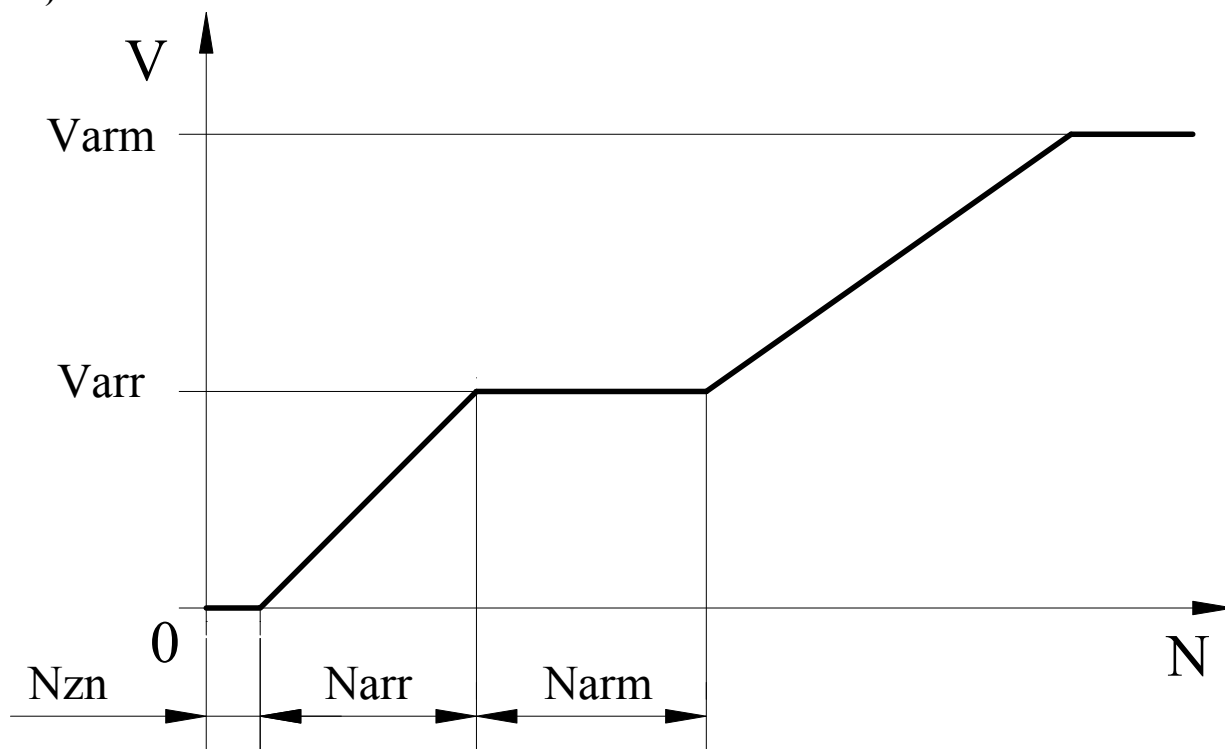

Рис.6. Скорость удержания в зависимости от расстояния до точки удержания $V_{arm}=2 \cdot V_{syn}$.
3.9.8.5. **ТР.34** – V_{arr} (мм/сек) – малая скорость движения при удержании (арретировании) (**рис.6**).
3.9.8.7. **ТР.36** – N_{arm} (0-100 мм) – участок скорости движения при удержании, где $V=V_{arr}$ (**рис.6**).